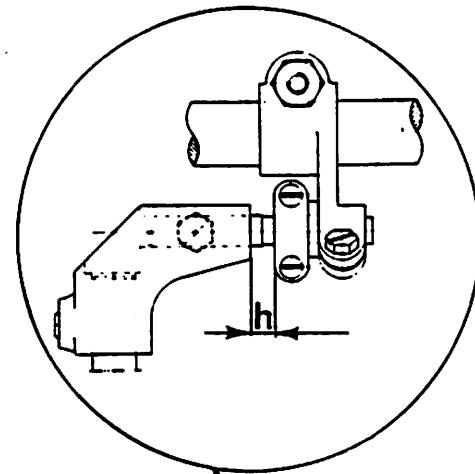

Fig. 21
1. (quota 'e'). Diminuendo la quota 'h', riportata in fig. 21, si ottiene l'aumento della corsa del crochet, aumentando la quota 'h' si diminuisce.
Per modificare la quota 'h' allentare la vite A (fig. 21) e spostare la testa di biella B.
1. (distance "e") By reducing distance "h", shown in fig.21, the looper stroke is increased; by increasing distance "h" it is reduced. To modify distance "h" slacken screw A (fig. 21) and shift big end of connecting rod B.